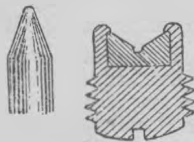

Fig. 2.
4. — Les pivots sont des cônes, mais non pointus comme des aiguilles. La pointe est arrondie et porte dans une crapaudine en rubis ou en saphir enchâssée dans une vis de réglage (fig. 2).